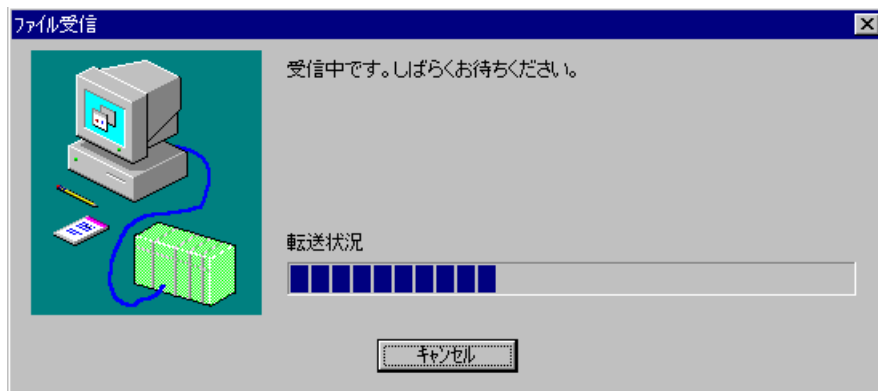

図 5-15 [ファイル受信] 画面
- (3) **保存** ボタンをクリックすると、[ファイル名を付けて保存] 画面が消去され、[ファイル受信] 画面 (図 5-15) が表示されます。